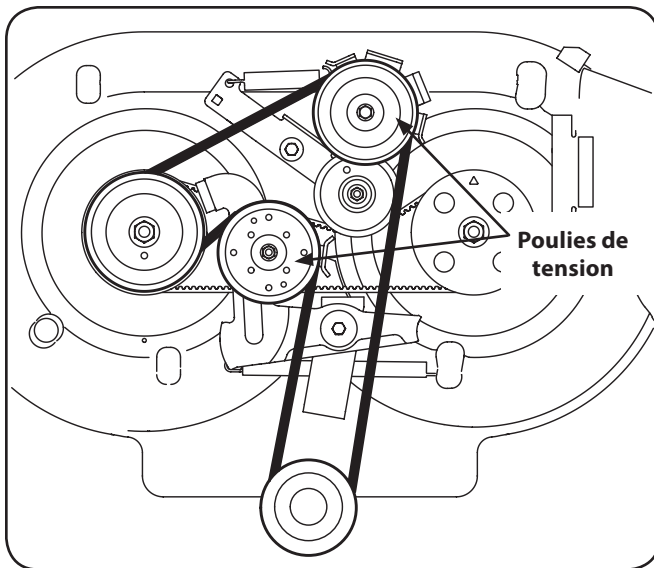

Figure 7-8
4. Desserrez l'écrou et le boulon qui retiennent chaque poulie de tension, mais ne les retirez pas. Voir Figure 7-8.
6. Installez la courroie neuve. Voir Figure 7-8.